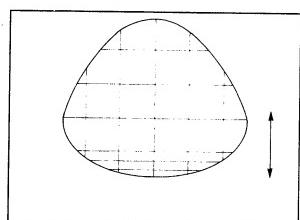

Bild 5
- Stellen Sie die vertikale Symmetrie so ein, daß Sie eine symmetrische Auflösung zwischen oberen und unteren Bild erhalten (Bild 5).